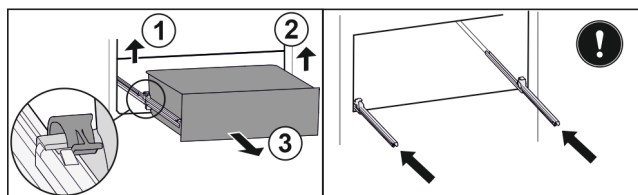

Fig. 167
- Soulever la bride gauche et tirer dans le même temps la partie gauche du tiroir vers l'avant. Fig. 167 (1)
- Soulever la bride droite et tirer dans le même temps la partie droite du tiroir vers l'avant. Fig. 167 (2)
- Retirer le tiroir par l'avant. Fig. 167 (3)